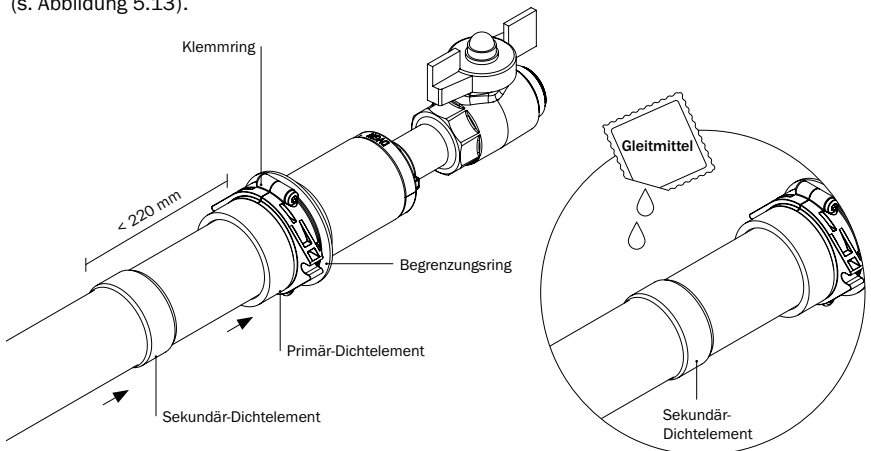

Abbildung 5.13: Positionierung Primär- und Sekundär-Dichtelement, Sekundär-Dichtelement mit Gleitmittel einschmieren
- Anschließend das Primär-Dichtelement über die Gashauseinführung bis an die Unterkante des Klemmrings schieben. Danach das Sekundär-Dichtelement ebenfalls über die Gashauseinführung schieben. Der Abstand zwischen Oberkante des Primär-Dichtelements und Unterkante des Sekundärdichtelements muss weniger als 220 mm betragen (s. Abbildung 5.13).
- Das Sekundär-Dichtelement mit dem mitgeliefertem Gleitmittel vollständig einschmieren (s. Abbildung 5.13).